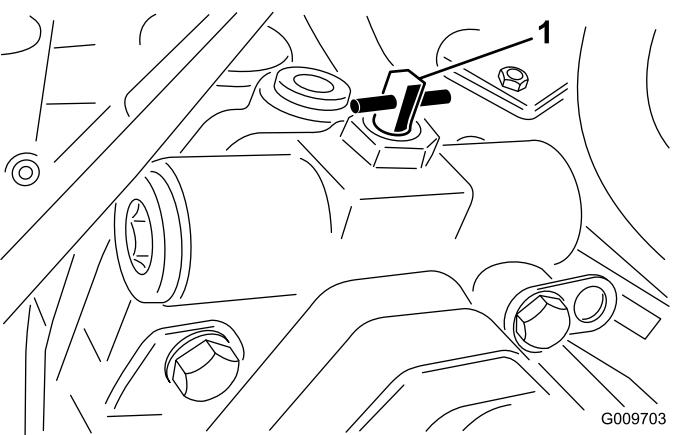

図 63
が形成される図 63。
2. バイパスバルブを右または左に90°回転 $\frac{1}{4}$ 分の1回転させるとバルブが開いて内部でバイパスが形成される**図 63**。